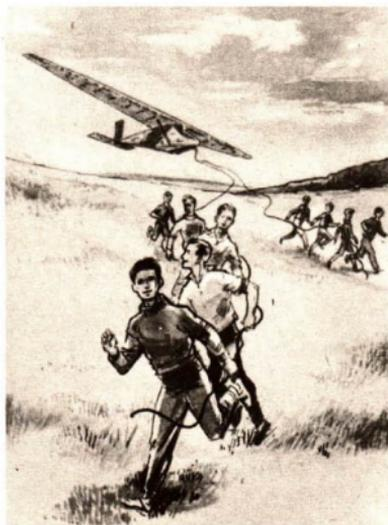

Bild 128/5 Gummiseilstart
- Beim „Ankreuzen gegen den Wind“ wird ein Segelschiff in eine Fahrtrichtung schräg gegen die Windrichtung gebracht (Bild 128/3). Durch günstige Stellung des Segels erreicht man dabei, daß die Kraft  $\vec{F}_W$ , die